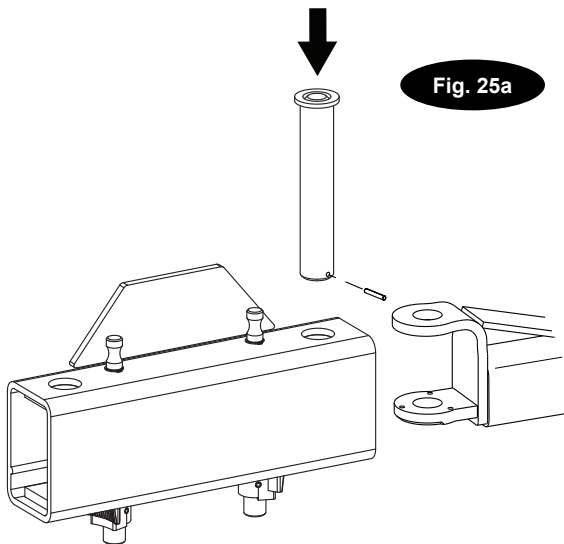

Fig. 25a
**20. Bras et systèmes de retenue :** Avant d'installer les bras, lever les chariots à une hauteur pratique. Graisser les axes et les trous des bras tournants avec de la graisse au lithium. Introduire le bras dans la fourchette, Fig. 25a. Installer l'axe (ou les axes), ayant un diamètre 1-3/4" et l'arrêt du bras, Fig. 25a. Installer la fiche électrique pour fixer l'axe du bras en position, Fig. 25a.